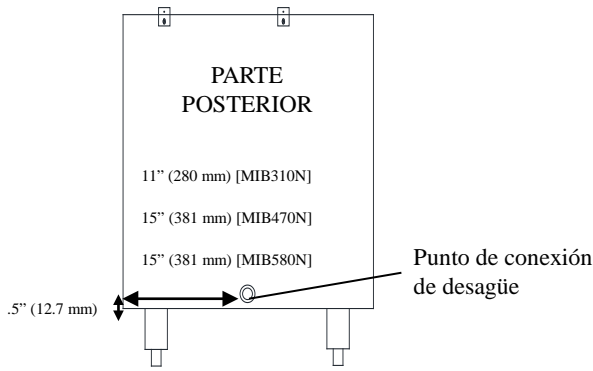

Fig.3
1. Conectar la tubería de la línea de desagüe al punto de conexión del desagüe en la parte posterior de la unidad (Fig.3).